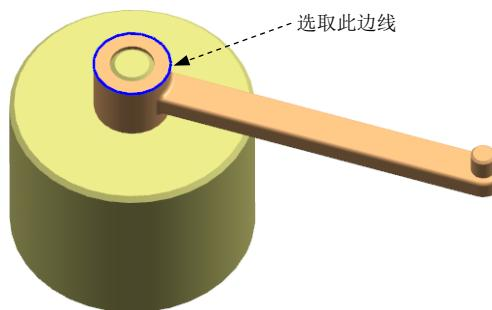

图 9.3.2 定义连杆 2 中的旋转副
Step7. 定义连杆 2 中的旋转副。选择下拉菜单  →  命令，系统弹出“运动副”对话框；在“运动副”对话框 **定义** 选项卡的 **类型** 下拉列表中选择  **旋转副** 选项；在模型中选取图 9.3.2 所示的圆弧边线为参考，系统自动选择连杆、原点及矢量方向；单击  按钮，完成旋转副的创建。